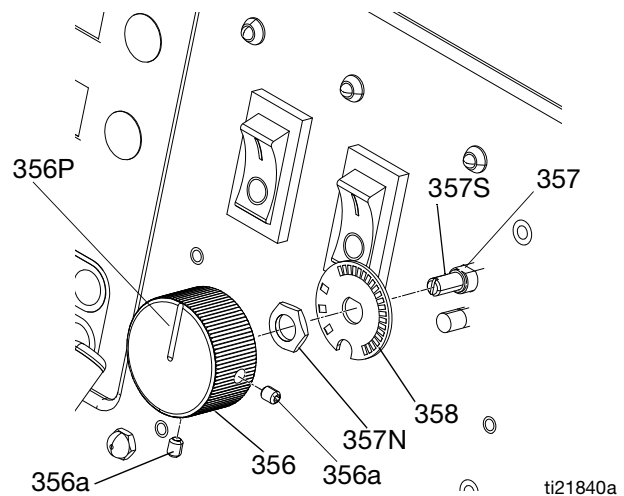

FIG. 9 Funktionsratt/Potentiometer
4. Se FIG. 9. Ta bort två låsskruvar (356a) och dra av funktionsratten (356) från potentiometerskaftet (357).
5. Ta bort muttern (357N) och spärrplåten (358).
6. Installera den nya potentiometern (357) i omvänd ordning. Sätt potentiometern så att spåret (357S) är horisontellt. Sätt ratten (356) så att pekaren (356P) är vänd uppåt. Installera ratten på skaftet så att spåret (357S) hakar i inriktningsstiftet i ratten. Tryck på ratten på skaftet mot spärrplåten innan låsskruvarna dras åt (356a).